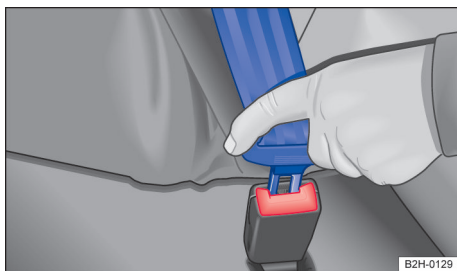

Fig. 28 Introduzir a lingueta do fecho do cinto de segurança subabdominal no fecho do cinto de segurança.
- Introduzir a lingueta do cinto de segurança firmemente no fecho do cinto de segurança pertencente ao assento → Fig. 28.